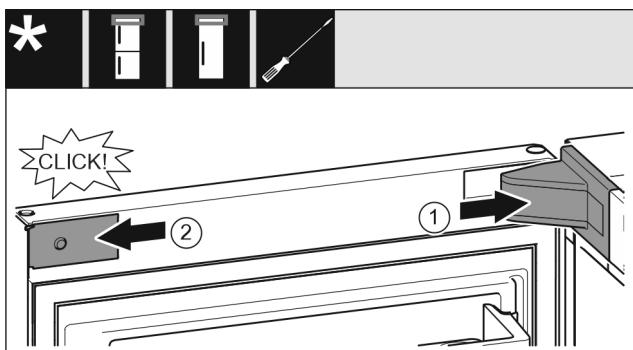

Fig. 19
- Stavite pokrov podloška ležaja i pustite ga da uskoči, po potrebi ga oprezno razdvojite. Fig. 19 (1)
- Postavite masku bočno i pustite da uskoči. Fig. 19 (2)